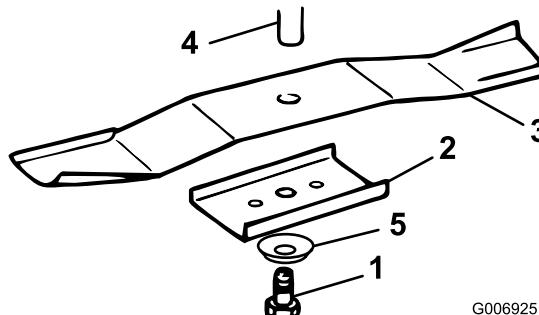

Figure 34
3. Enlevez le boulon (clé de 16 mm [5/8"]), la rondelle bombée, le porte-lame et la lame (Figure 34). Pour enlever le boulon, bloquez éventuellement la lame en introduisant une cale en bois entre la lame et le carter de tondeuse.
1. Montez chaque lame, le porte-lame, la rondelle bombée (face concave vers la lame) et le boulon de lame (Figure 34).